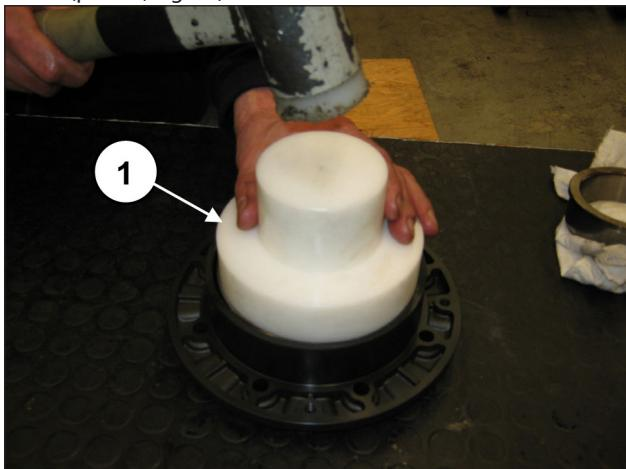
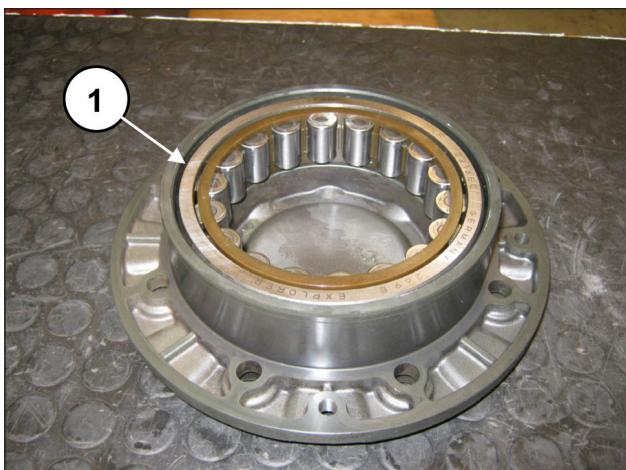

Fig. 55
Fig. 56
Repetir la operación en la tapa del cojinete para premontar la anilla externa del cojinete del eje acodado utilizando la herramienta cód. 27605000 (pos. ①, Fig. 55) para introducirla a fondo (pos. ①, Fig. 56).